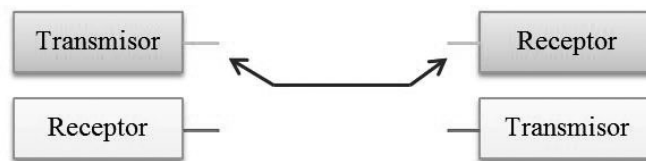

Figura 16.57: Half Duplex o Semi-duplex
- Half Duplex o Semi-duplex: la comunicación puede ser en ambos sentidos pero NO simultáneamente (figura 16.57).